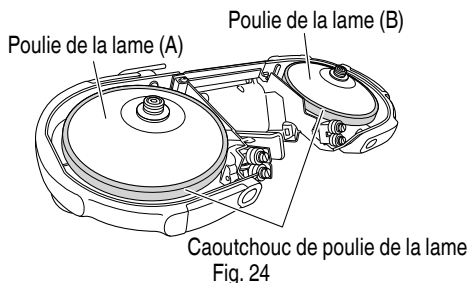

Fig. 24
2. Inspection des caoutchoucs de poulie de lame (Fig. 24)